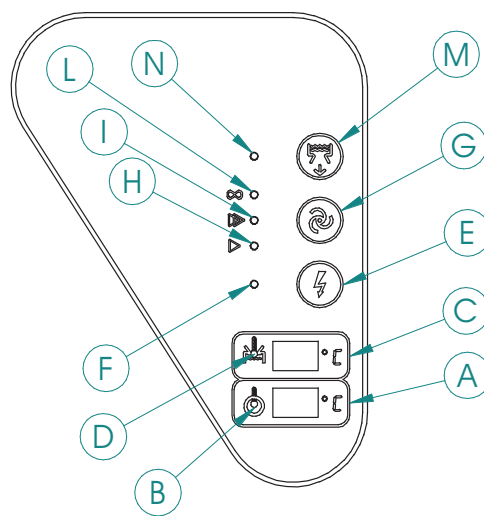

Abb. 1
Zum Einschalten des Geschirrspülers muss Schalter (E) gedreht werden (siehe Abb. 1). Gleichzeitig leuchtet Kontrollleuchte (F) auf.
- Wenn das Elektroventil für die Füllung schaltet und, bei entsprechenden Modellen, die Spülpumpe läuft. Dies ist der normale Arbeitszustand der Laugenpumpe, die dafür sorgt, dass überschüssiges Wasser aus der Waschwanne während des Füll- oder Spülvorgangs über den Überlauf abgepumpt wird. Bei dem Vorgang blinkt Kontrollleuchte (N).
- Wenn der Schalter zum Entleeren der Wanne (M) aus Abb. 1 gedrückt wird. In diesem Fall muss vorab der Überlauf abgenommen worden sein, damit die Waschwanne vollständig entleert werden kann. Bei dem Vorgang blinkt Kontrollleuchte (N). Dieser Vorgang kann auch bei geöffneter Haube durchgeführt werden. Der Vorgang zum Entleeren der Wanne dauert 5 Minuten und wird am Ende durch die blinkende Kontrollleuchte (N) angezeigt, die am Ende des Vorgangs dauerhaft leuchtet. Das Entleeren der Wanne kann unterbrochen werden, indem der Schalter zum Entleeren (M) gedrückt wird. Wird der Schalter erneut gedrückt, startet der Entleerungsvorgang von vorne. Sobald die Wanne entleert ist und wieder Geschirr gespült werden soll, muss der Überlauf wieder eingehängt werden, die Haube geschlossen und der gewünschte Waschgang mit der Taste (G) gewählt werden: Das Gerät automatisch fort, den Wasserstand in der Wanne auf den vorgegebenen Pegel zu bringen und schaltet die Heizwiderstände zuerst im Boiler, dann in der Wanne ein.